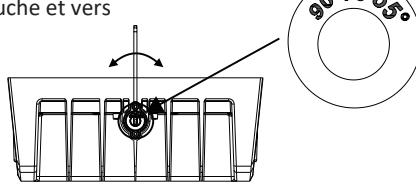

figure 20
2. Ajustez la poignée à l'angle désiré en la tournant vers la gauche et vers la droite tel qu'illustré sur le dessin (figure 20).